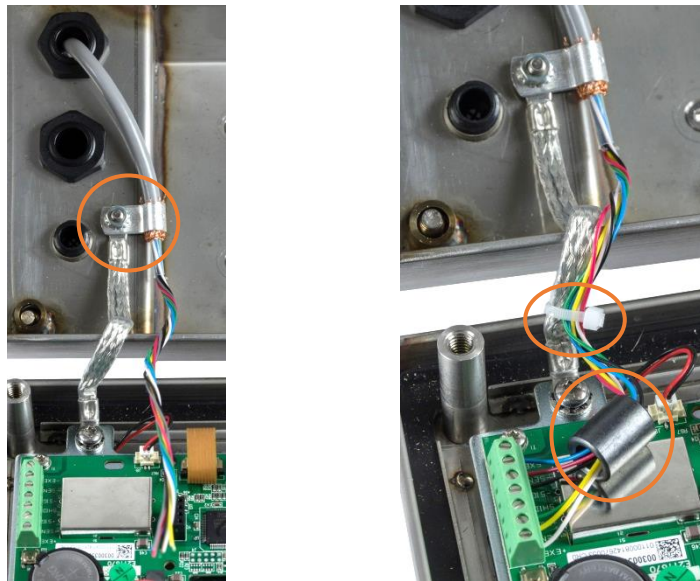

Figure 2-30 : Installation de la ferrite du câble d'un capteur analogique avec mise à la masse sur le châssis, IND236
5. Connectez le serre-câble de mise à la masse à la masse à l'enceinte en utilisant la vis de fixation de la tresse de charnière, comme sur la Figure 2-30 (à gauche).